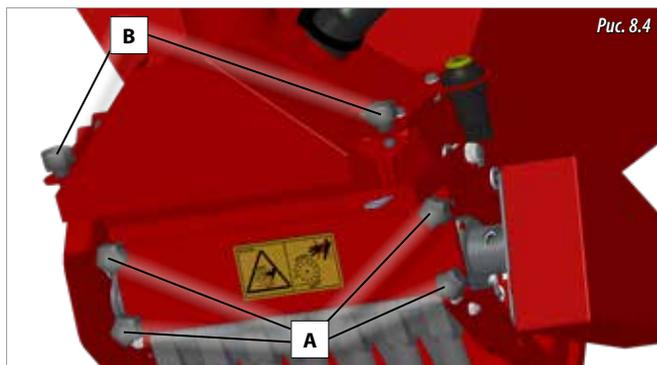
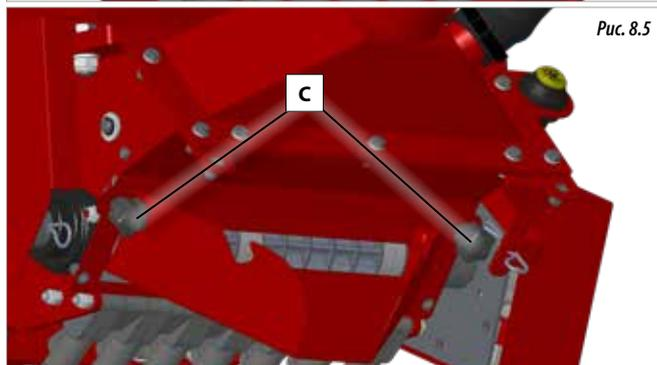

Рис. 8.4
Рис. 8.5
- 1- Откройте РАЗГРУЗОЧНУЮ ЗАЩЕЛКУ, для чего следует снять заклепки (см. а на Рис. 8.4).
- 2- Снимите заклепки РАЗГРУЗОЧНОГО КОНУСА (см. В на Рис. 8.4) и поместите конус в положение для разгрузки, зафиксировав его с помощью заклепок (см. С на Рис. 8.5).